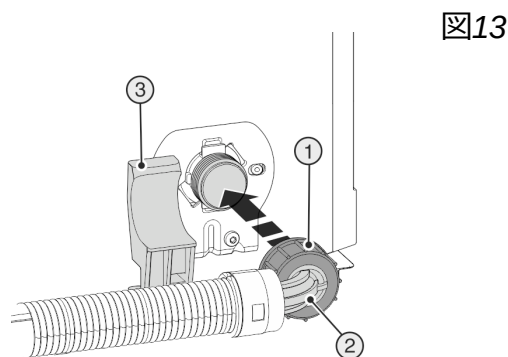
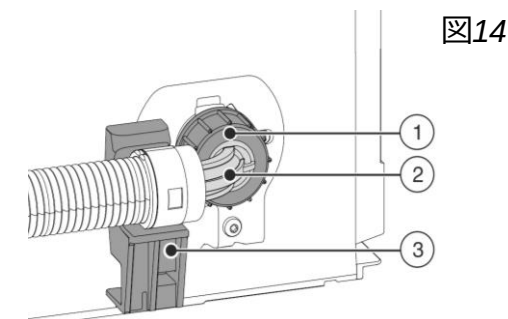

図13
図14
- 角度の付いている側のホース先端：図13②を③のブラケットで水平に保持した状態で、ナット①がしっかりと固定されるまで、手でねじ込みます（図14のように接続してください）。